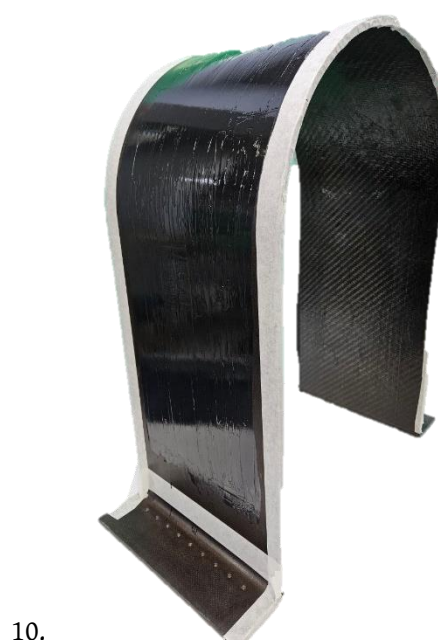

Рисунок 1– Нанесение гелькоута CP200 на углепластиковую мастер-модель силиконовым шпателем
8. После смешения гелькоут равномерно распределять по мастер-модели кистью с коротким ворсом либо жестким силиконовым шпателем (Рисунок 1).